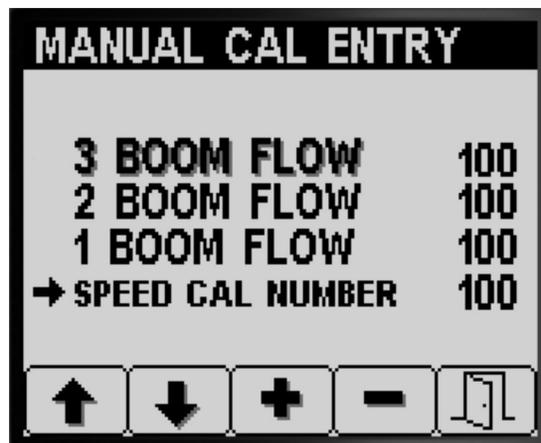

图 74
3. 按 1 号或 2 号按钮可选择喷洒臂流量或速度选项 图 74。
4. 按 3 号或 4 号按钮可更改校正系数的值 图 74。
5. 按 5 号按钮可保存设置退出 MANUAL CAL ENTRY 手动校准条目屏幕然后返回至 CALIBRATE 校准屏幕 图 74。